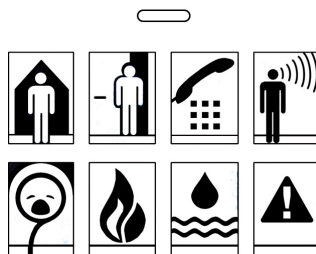

Afbeelding 2: ontvanger bovenzijde
Met behulp van de signaalkeuze-schuifschakelaar (op afb. 2 "0 1 2") kunt u het soort signalering kiezen. Houd er rekening mee dat de symbolen altijd door gekleurde lichtdiodes aangegeven worden.
- c) Houdt de melodiekeuzetoets »♪« (fig. 2) voor twee seconden ingedrukt. Laat de toets los en druk er herhaaldelijk op totdat u de gewenste melodie heeft gevonden (U kunt kiezen uit 15 melodieën).
Door kort op de functietoets te drukken »•« (afb. 2) kan het laatst gemelde signaal nog een keer worden weergegeven.